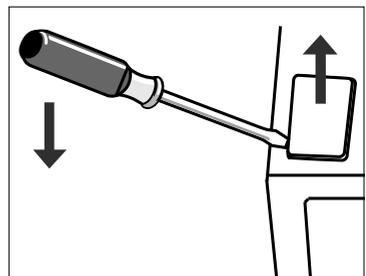

Abb. 10
- ▶ Entfernen Sie die Bohrlochabdeckung (11) an der linken Geräteoberseite ebenfalls (siehe **Abb. 10**) und stecken Sie die Bohrlochabdeckung auf die freigewordenen Schraubenlöcher auf der gegenüberliegenden Seite.
- ▶ Entfernen Sie den Blindstopfen für den Scharnierzapfen von der linken Seite der Kühlraumtür (3) und setzen Sie ihn in das Loch auf der rechten Seite ein.